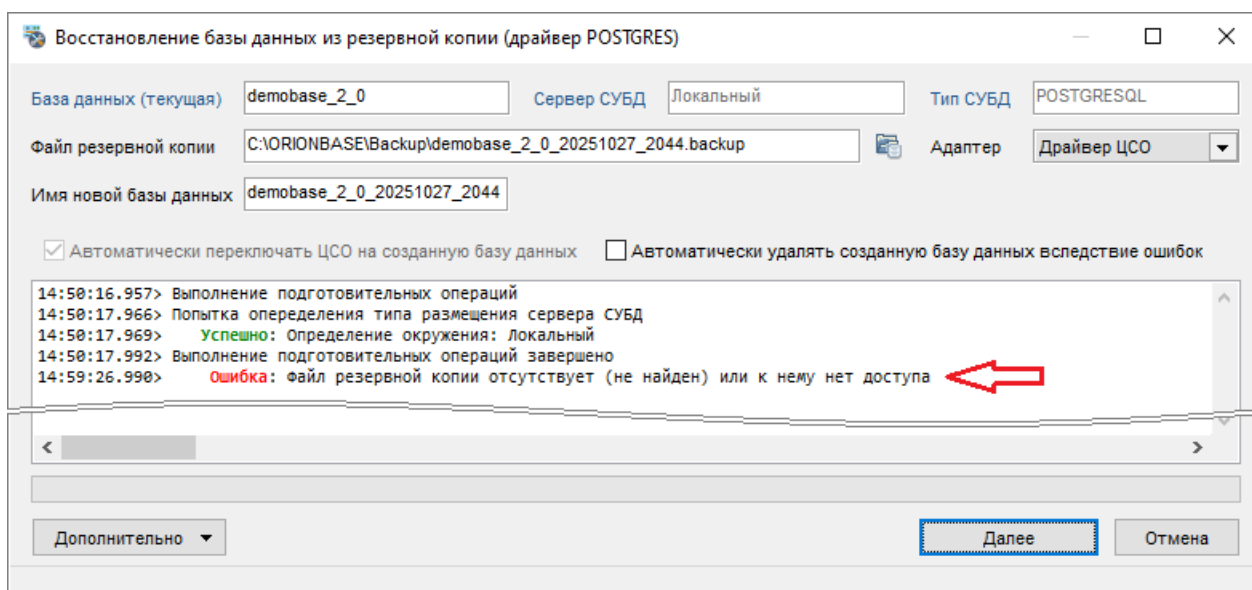

Рисунок 4-57 Отображение ошибки в окне "Восстановление базы данных из резервной копии"
- 3) при отображении в протоколе ошибок (см. Рисунок 4-57) внесите необходимые изменения в настройки и нажмите кнопку «Далее»;